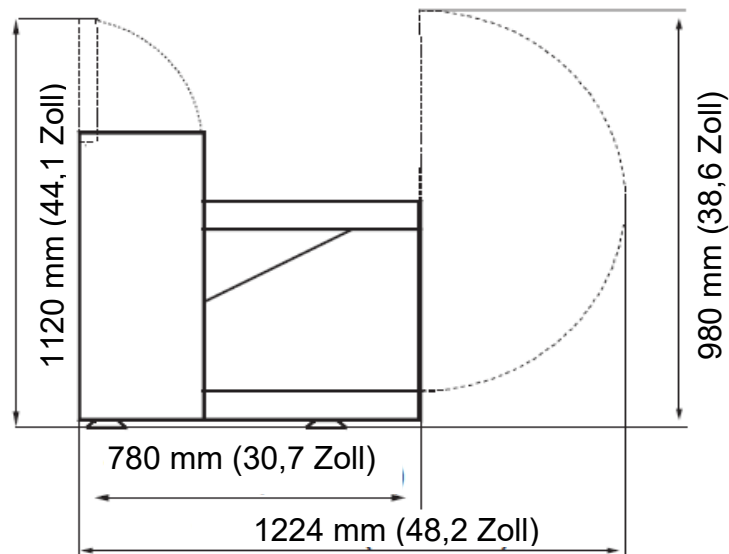

Abb. 3. Abmessungen eines AcfS Library Robot und AcfS Detection Robot (linke Seitenansicht)
- Abb. 3. Abmessungen eines AcfS Library Robot und AcfS Detection Robot \(linke Seitenansicht\) \(33\)